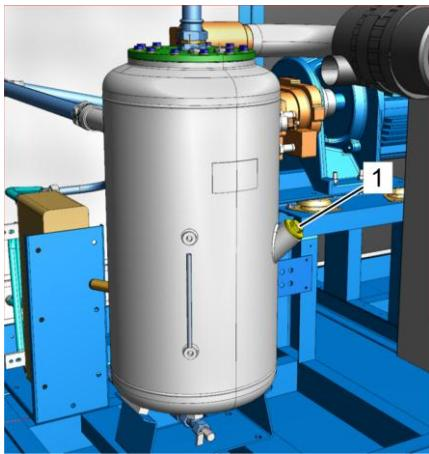

Рис. 56: Резьбовая пробка наливного отверстия
6. Отверните резьбовую пробку наливного отверстия (Рис. 56/1), извлеките ее и проследите за тем, чтобы не потерялось уплотнительное кольцо.
9. Вставьте резьбовую пробку наливного отверстия (Рис. 56/1) и затяните ее «Приложение В «Моменты затяжки винтов» на странице 170.